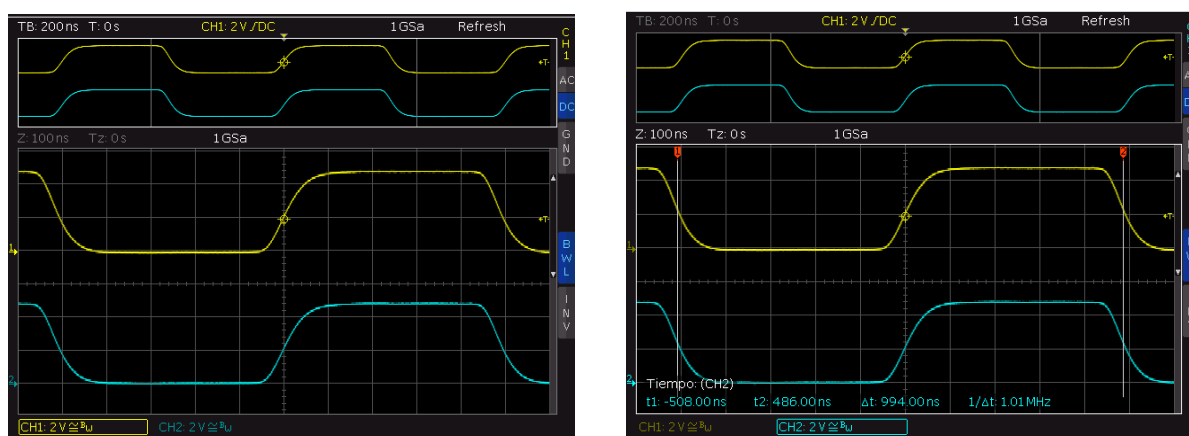

Figura 15. Finestra de ZOOM.
- La finestra inferior és la finestra de zoom i mostra una secció ampliada la finestra superior. La secció ampliada està marcada per dos cursors a la finestra superior (Figura 15).
A la primera imatge de la Figura 15 la finestra superior està activa ja que la base de temps es mostra en blanc, mentre que la de de la finestra de zoom es mostra en gris.
A la segona imatge de la Figura 15 és la finestra de zoom la que està activa i això permet modificar la configuració de la base de temps. En aquesta segona imatge també està activa la funció CURSOR MEASURE, per fer mesures en l'eix de temps, i es mostren els dos cursors per poder fer les mesures i el valor de la mesura a la part inferior de la pantalla, corresponents al senyal del CH2, en blau.